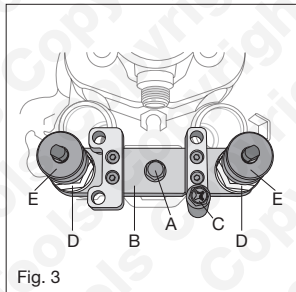

Fig. 3
4. Zie afbeelding 3: Breng het Laser 7084 gereedschap (**B**) aan over het verstuiverpaar. Zet het gereedschap vast met bouten **A** en **C** (in eerste instantie slechts enkele slagen vastschroeven).